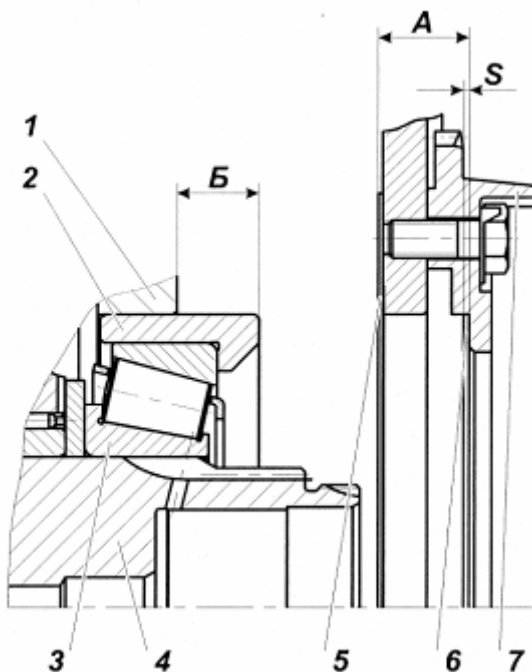

Рис. 114:
3.3 Замерить абсолютные величины размеров А (между торцами зубчатой муфты и уплотнительной прокладки) и Б (между торцами картера и гнезда подшипника) рис. 114.